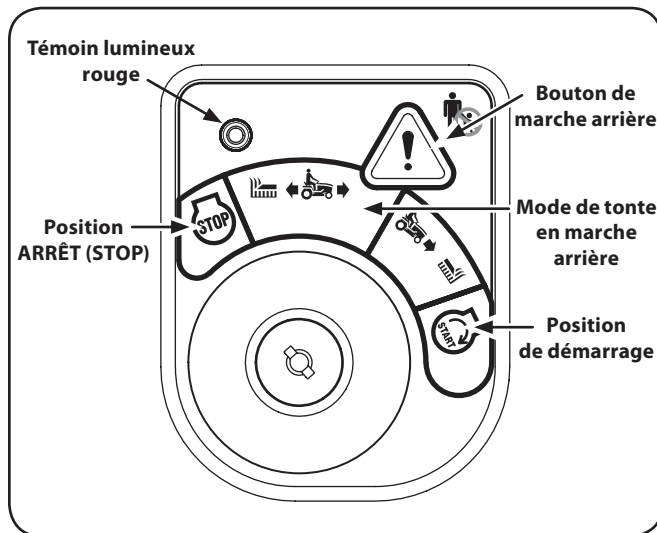

Figure 5-1
2. Tournez la clé de la position de tonte normale (en vert) à la position de tonte en marche arrière (en jaune) sur le module du commutateur d'allumage. Voir Figure 5-1.
3. Appuyez sur le bouton de marche arrière (triangle avec exclamation mark) situé dans le coin supérieur droit du module de commutateur d'allumage. Le témoin lumineux rouge dans le coin supérieur gauche du module s'allume lorsque le bouton de marche arrière est activé. Voir Figure 5-1.